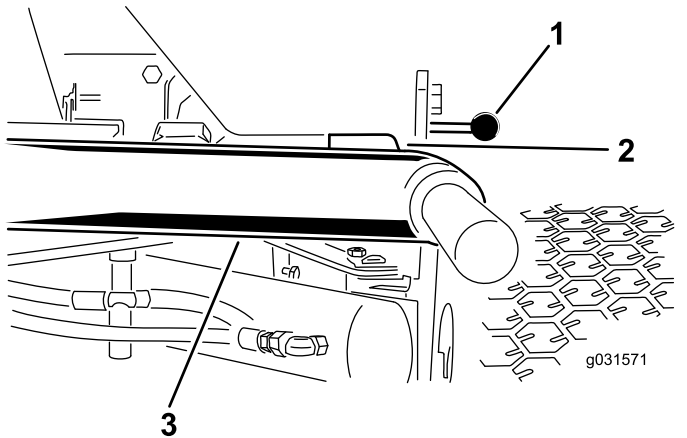

図 11
1. エンジンを始動し、昇降アームを上昇させて、各昇降アームとフロアプレートブラケットとの距離が、図 11のように 5-8 mm になっていることを確認する。